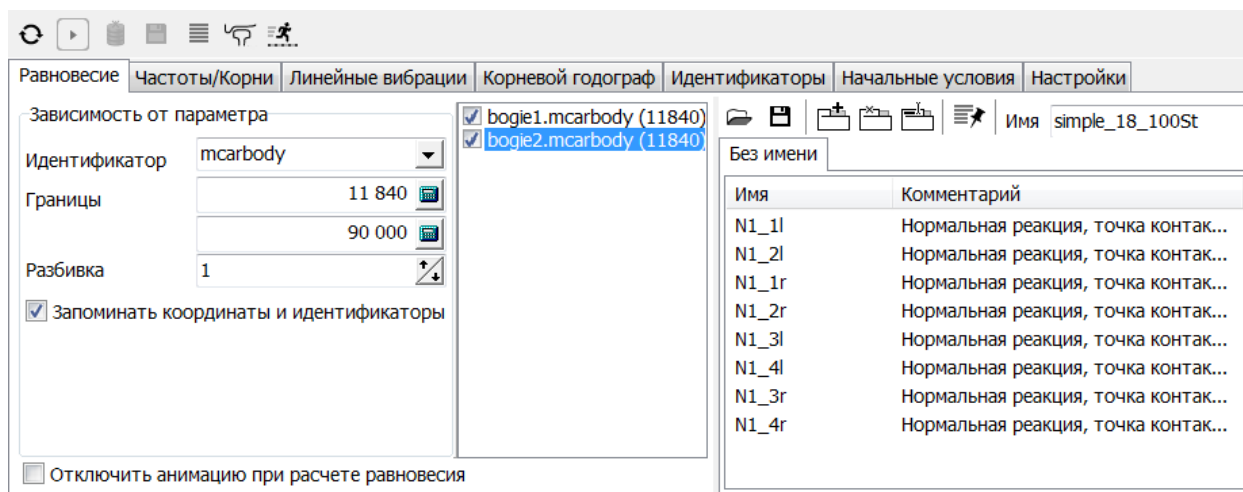

Рис. 4.137. Инструмент расчета равновесия в зависимости от параметра
Для расчета равновесия используется одноименная вкладка окна (рис. 4.137). Предусмотрено два режима расчета равновесия.
- выберите идентификатор с использованием выпадающего списка; если в подсистемах объекта найдены одноименные идентификаторы, укажите, какие из них будут изменяться одновременно с выбранным идентификатором (на рис. 4.137 найдено 2 идентификатора, одноименные с выбранным идентификатором **mcarbody**);
Если с использованием кнопки  (рис. 4.137) сохранить созданный список с именем [Имя модели]St.var, то при следующем открытии инструмента статического и линейного анализа список откроется автоматически.